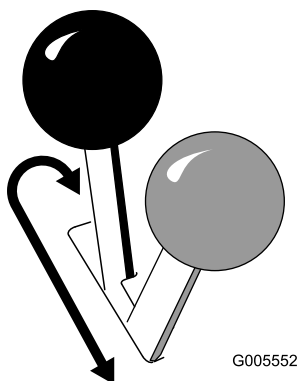

Figura 13
- Pentru a cupla frâna de parcare, împingeți maneta înainte și spre stânga și apoi trageți-o înapoi (Figura 13).
- Pentru a elibera frâna, împingeți maneta înainte și apoi spre dreapta, în creștătură (Figura 13).